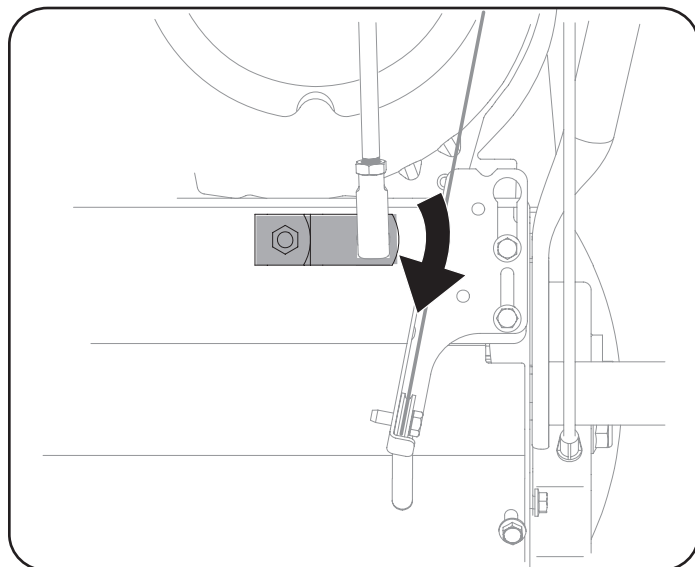

Figura 32
- Asegúrese de que la palanca de cambios que está en la parte posterior de la transmisión esté girada hacia abajo al máximo. Consulte la Figura 32.
- Inserte la férula en el orificio superior de la palanca de cambios y asegúrela con pasador de chaveta y arandela que quitó en el Paso 8. Consulte la Figura 32. Es posible que deba ajustar la férula hacia arriba o abajo.